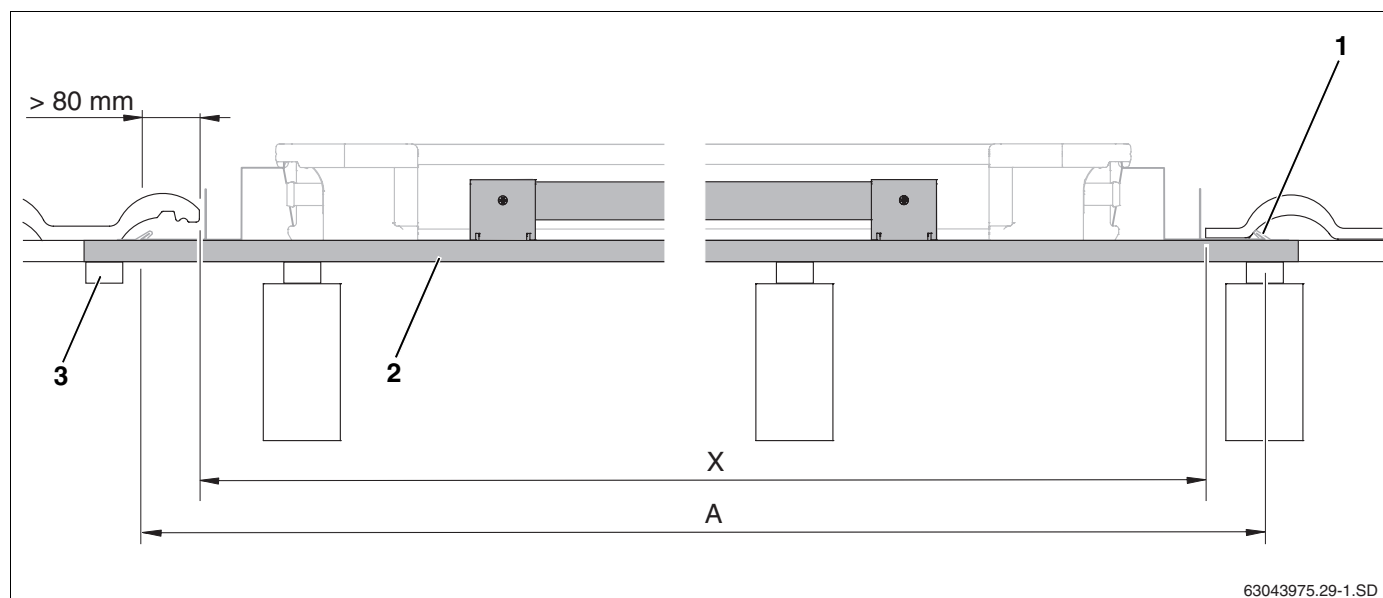
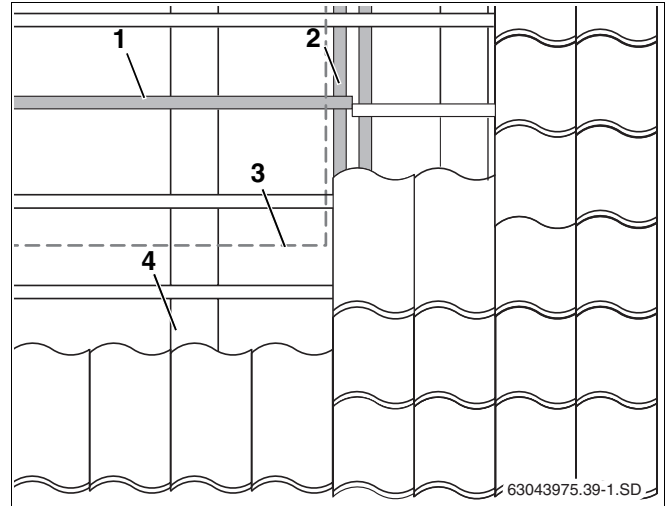

Fig. 9 Longitud de los listones de tejado adicionales (en este caso: primer listón inferior con seguro contra deslizamiento)
Fig. 13 Desplazamiento de listones de tejado en el área del campo de colectores
La longitud mínima de los listones de tejado adicionales (fig. 9, **pos. 2**) responde a la anchura del campo de colectores (tab. 5, pág. 14, medida A) más aprox. 10 cm para los topes laterales (fig. 9, **pos. 1**).
- Fije las juntas de los listones en los cabrios o realice una unión adecuada de las mismas, p. ej. asegurándolas mediante los listones existentes (fig. 9, **pos. 3** y fig. 13, **pos. 2**).
Si se necesita montar un listón de tejado adicional (fig. 13, **pos. 1**) en la posición ocupada por otro listón, debe desplazarse y fijarse de forma correspondiente el listón ya existente (fig. 13, **pos. 2**) en el área del campo de colectores (fig. 13, **pos. 3**).